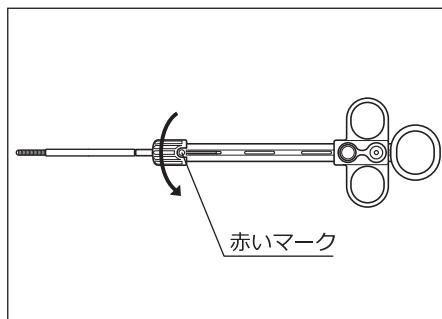

図3.9
9. 操作部の先端についている固定つまみ（緑）を時計方向に回し、固定つまみの切り欠き部から赤いマークが見えることを確認します。（図3.9参照）